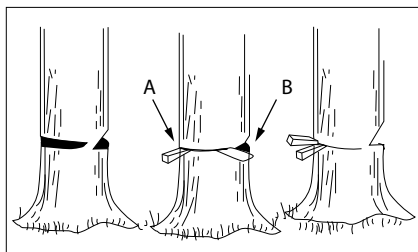

Fig. 16
Utilizați pane din lemn sau plastic (A), pentru a preîntâmpina blocarea șinei sau a lanțului (B) în creștătură. Panele la fel ajută la direcționarea căderii (Fig. 16).